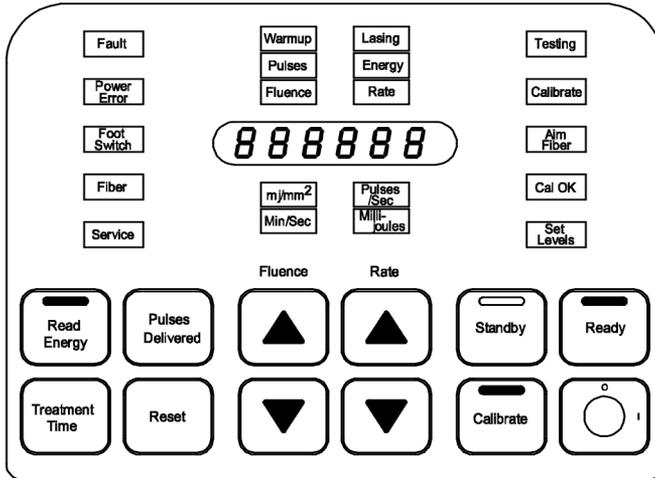

Abbildung 1
2. Der erste Teil des Selbsttests ist ein Lampentest des Bedienfelds, bei dem alle Statustasten und Orientierungsleuchten, außer Standby, und die grüne Statusleuchte oben auf dem Bedienfeld gleichzeitig ungefähr 5-7 Sekunden lang aufleuchten. Sechs Achten (8) sind im Anzeigefenster zu sehen. (Abbildung 1)